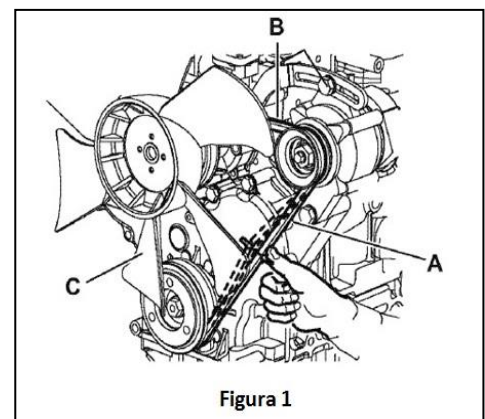

Figura 1
4. Quite uno de los tapones de reabastecimiento ([1] o [2] de la figura 1) para ventilar el cárter y facilitar la descarga
1. Presione la correa con el pulgar en los puntos indicados en la tabla con una fuerza aproximada de 10 kg_f para controlar la flexión. Los tres puntos de control de la flexión (A, B, C) están indicados en la figura 1